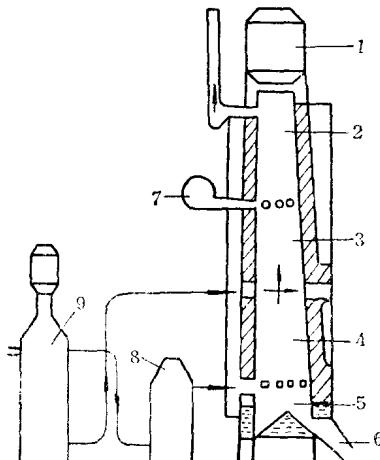

图 5 竖炉示意图
1) 竖炉法：它是利用天然气或焦炉煤气在立式竖炉（图 5）中还原铁矿石粉或铁鳞获得海绵铁。这种方法的优点是，占地面积小，还原气体便宜，成本低，产量大，但是所获得的铁粉含铁量低。西德已建成一座日产 25 吨海绵铁的竖炉设备。